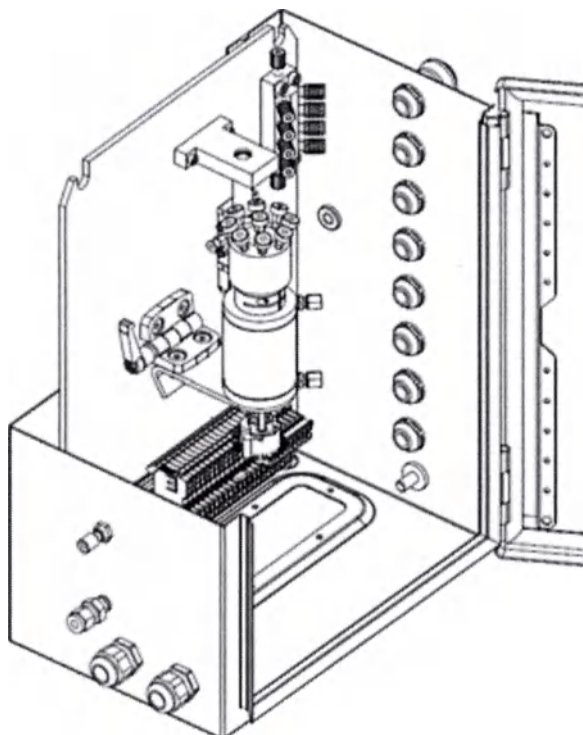

Рисунок 28. Блок распределительных трубок мишени
2. Блок распределительных трубок мишени присоединен к основанию циклотрона, а блок вспомогательных устройств мишени содержит клапаны для подачи жидкости к мишеням и ее отведения, и через него обеспечивается соединение шприцевого механизма и поворотного клапана (см. Рисунок 28).